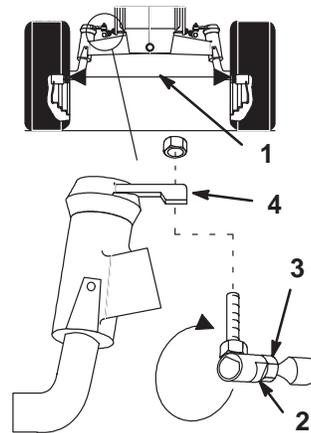

Figure 33
Les roues avant doivent présenter le pincement spécifié. Un réglage peut être nécessaire si les pneus s'usent de manière irrégulière, s'ils abîment la pelouse ou si la direction est dure. Contrôler le pincement toutes les 100 heures de service ou une fois par an, selon ce qui se présente en premier (Fig. 33).
3. Effectuer la mesure entre les jantes à la hauteur des fusées, à l'avant et à l'arrière des roues (Fig. 33).
2. Déposer la rotule d'un des bras de direction (Fig. 33).